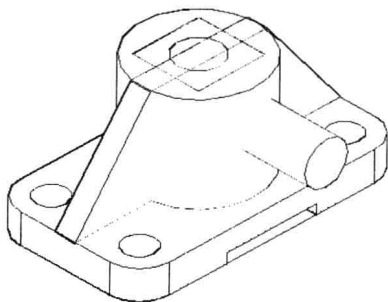

图 9-6-11
(19) 在“修改”面板中单击“移动”按钮, 单击圆柱体复制品, 按 Enter 键, 在任意位置单击, 在命令行输入 “@0, 0, -40”, 按 Enter 键, 圆柱体向下移动位置, 如图 9-6-11 所示。